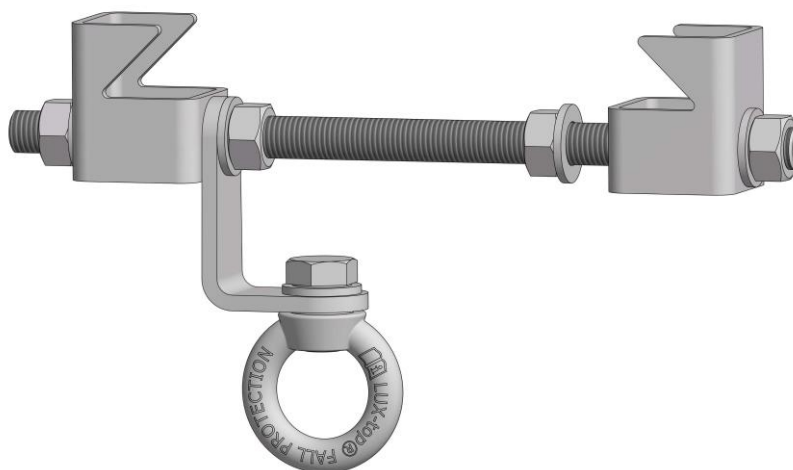

Abbildung 2
2. Zweite Trägerklemme zusammen mit den Muttern und Scheiben auf der Gewindestange gemäß *Abbildung 2* aufbringen. (Kontermutter noch nicht festziehen.)